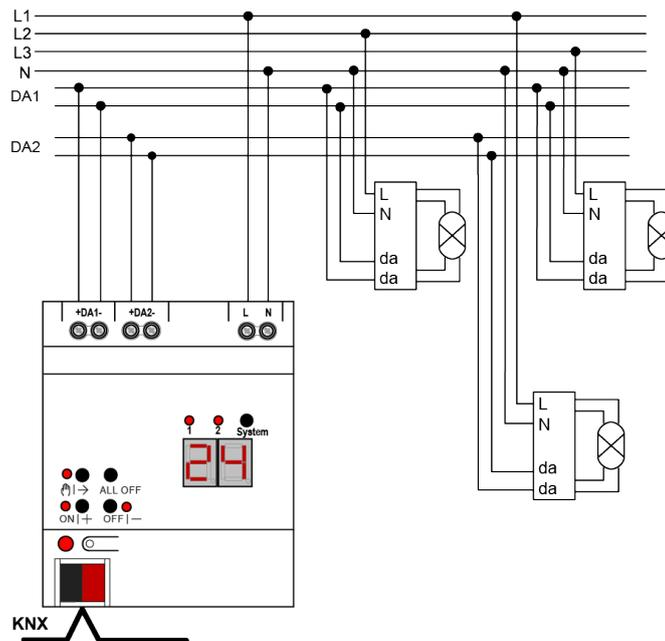

Figure 3: Exemple de raccordement passerelle DALI double
- Raccorder l'appareil selon l'exemple de raccordement (voir figure 3).